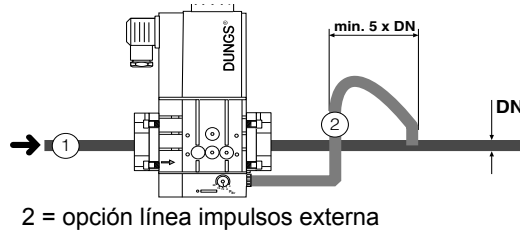

Fig. 8
1. montar la brida en la tubería. Utilizar juntas para gas adecuadas (Fig. 8);